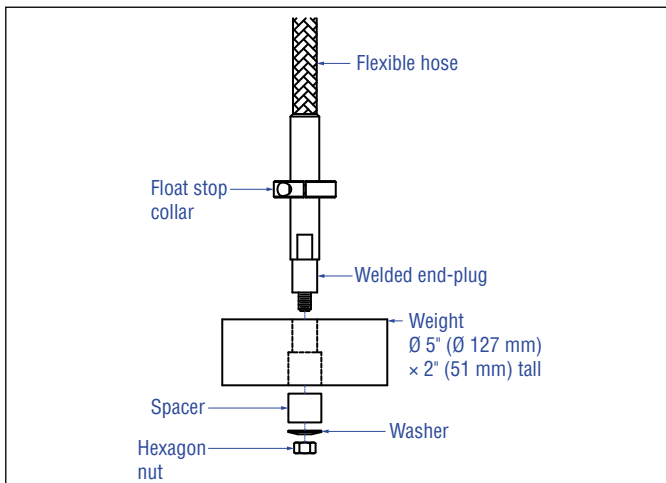
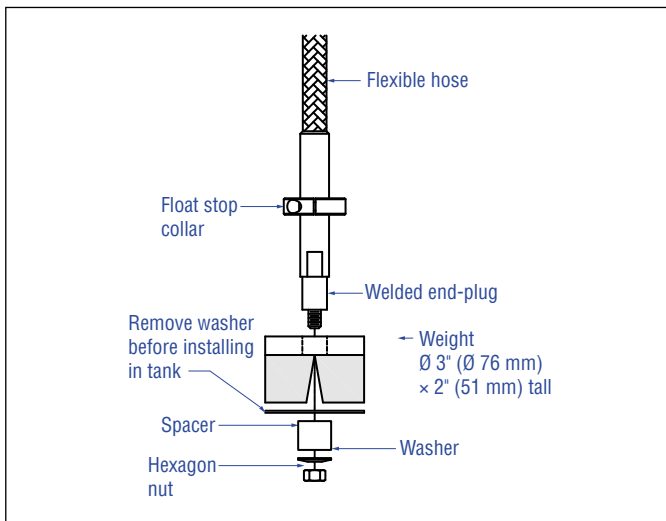
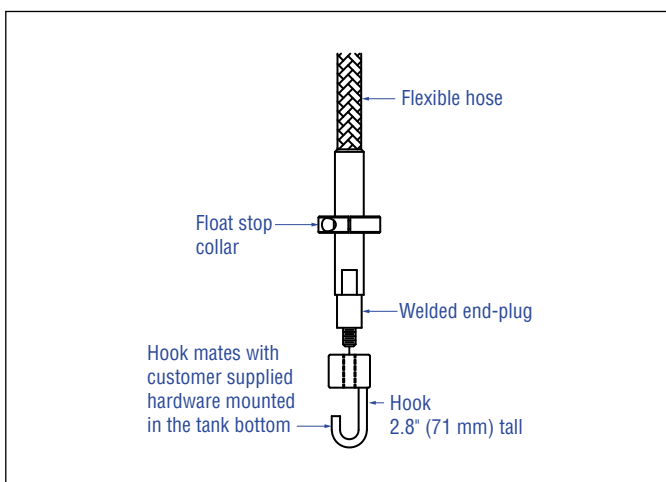

Fig. 6: Peso de fixação no fundo
Fig. 7: Ímã de fixação do fundo
Fig. 8: Gancho de fixação do fundo
6. Para a mangueira flexível monte a seção de fixação inferior do tubo (esta é a última seção rígida inferior do tubo) usando a porca, o espaçador e a arruela fornecidos, aperte firmemente como mostrado na Fig. 6, Fig. 7 e Fig. 8. Para o ímã, remova a arruela antes de instalar o tanque.